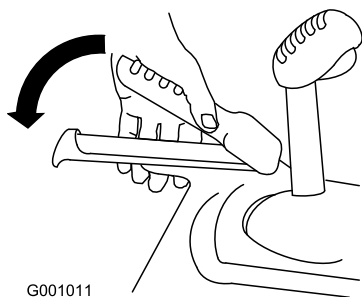

Рисунок 21
3. Прижмите левый рычаг (тяги) к рукоятке (Рисунок 21).
6. Прижмите левый рычаг (тяги) к рукоятке (Рисунок 21).